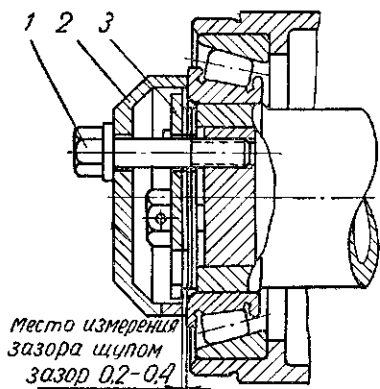

Рис. 41. Приспособление для проверки осевого зазора в конических роликоподшипниках конечной передачи:
3. Через 960 час. работы трактора проверять осевой зазор конических роликоподшипников. Зазор проверять с помощью приспособления, показанного на рис. 41. Для этого необходимо;